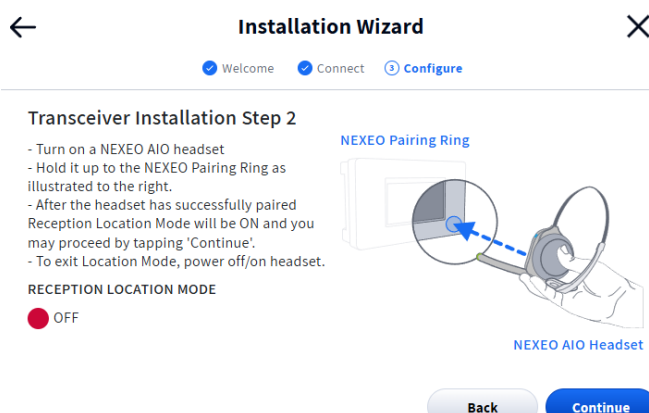
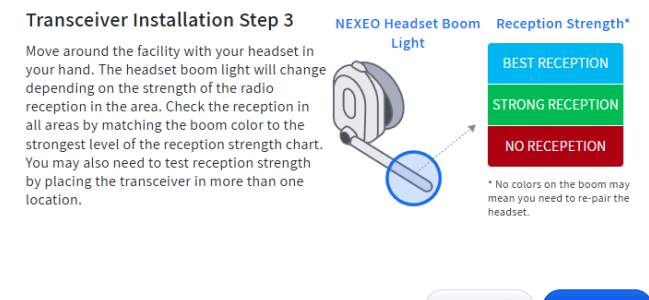

Fig. 2.7
Fig. 2.8
- Es fundamental encontrar una buena ubicación para el transceptor remoto (vea fig. 2.8 y 2.9). Lea también sobre el "Transceptor remoto (RT7000) 14" on page v en Notas de los componentes y revise los Pasos críticos en estas instrucciones.
10. **Paso crítico:** en la etapa de Configuración del Asistente de Instalación, la pantalla del Paso 2 de la Instalación del Transceptor le pide que utilice un auricular emparejado cambiado al Modo de Localización de la Recepción (fig. 2.7). Cuando se empareja un auricular en este paso, el indicador del modo de localización de la recepción pasa de  a  (fig. 2.8). Pulse "Continuar" para pasar al paso 3 de la instalación del transceptor. Deberá recorrer todas las áreas de la tienda en las que se usarán los auriculares para asegurarse de que haya buena señal. El LED de micrófono en la punta del micrófono de los auriculares parpadea en diferentes colores para indicar las áreas con una recepción fuerte o débil (la pantalla de NEXEO muestra esta gama de colores que también se muestra aquí en la fig. 2.9). Dependiendo de los resultados, es posible que tenga que reposicionar el transceptor remoto antes de encontrar la ubicación óptima.